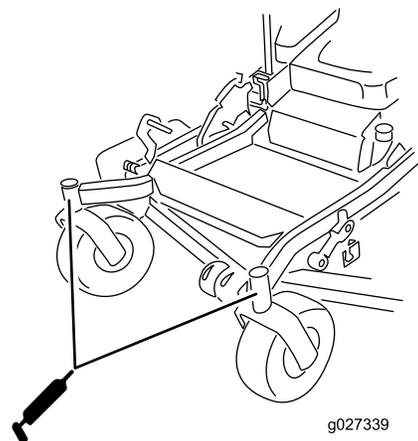

Figure 44
11. Remettez le bouchon hexagonal et le capuchon antipoussière en place (Figure 44).